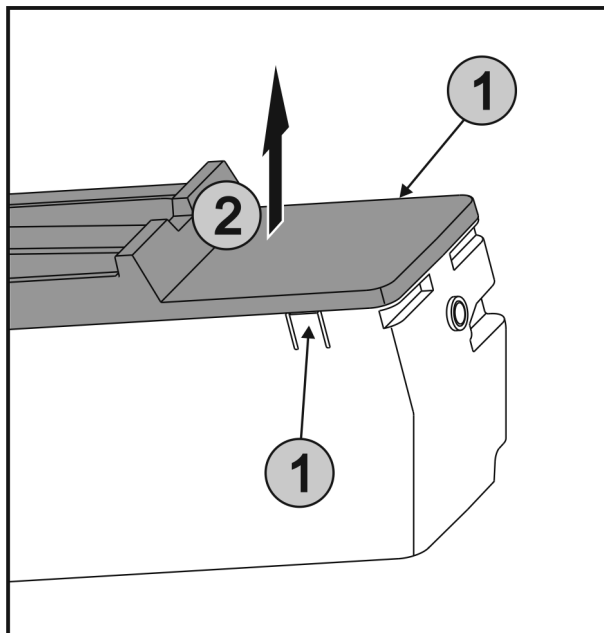

Fig. 48
- Stlačte západky Fig. 48 (1) na obou stranách EasyTwist-Ice současně a sejměte kryt Fig. 48 (2) směrem nahoru.